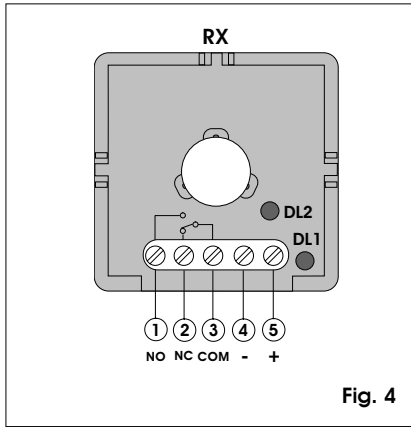
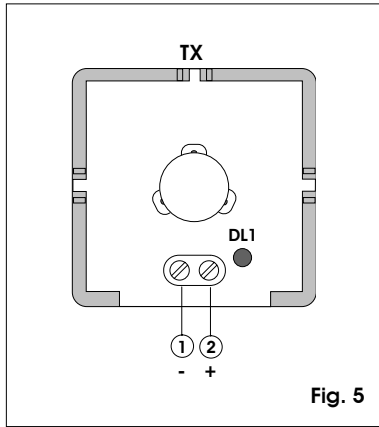

Fig. 4
Fig. 5
- Effectuez les connexions électriques sur les bornes du Récepteur (fig.4) et de l'Emetteur (fig.5).
- d) Alimenter la photocellule en contrôlant l'allumage du voyant DL1 sur le Récepteur (fig.4) et sur l'Emetteur (fig.5).
- e) Alignez manuellement le Récepteur et l'Emetteur en les orientant verticalement et horizontalement, en cherchant la position dans laquelle le voyant DL2 placé sur le Récepteur (fig. 4) commence à clignoter de plus en plus vite.
- Realizar los enlaces eléctricos en los tableros de bornes del Receptor (fig. 4) y del Transmisor (fig. 5).
- d) Alimentar la fotocélula verificando que el Dispositivo luminoso DL1 se enciende en el Receptor (fig. 4) y en el Transmisor (fig. 5).
- e) Alinear manualmente el Receptor y el Transmisor orientándolos en sentido vertical y horizontal, buscando la posición en la que el Dispositivo luminoso DL2 del Receptor (fig. 4) empieza a iluminar intermitentemente siempre más rápido.
- Die elektrischen Anschlüsse an die Klemmen des Empfängers (Abb. 4) und des Senders (Abb. 5) ausführen.
- d) Die Lichtschranke speisen und sicherstellen, daß die LED DL1 auf dem Empfänger (Abb. 4) und dem Sender (Abb. 5) aufleuchtet.
- e) Empfänger und Sender von Hand senkrecht und waagrecht ausrichten und hierbei die Stellung suchen, in der die LED DL2 auf dem Empfänger (Abb. 4) immer schneller zu blinken beginnt.